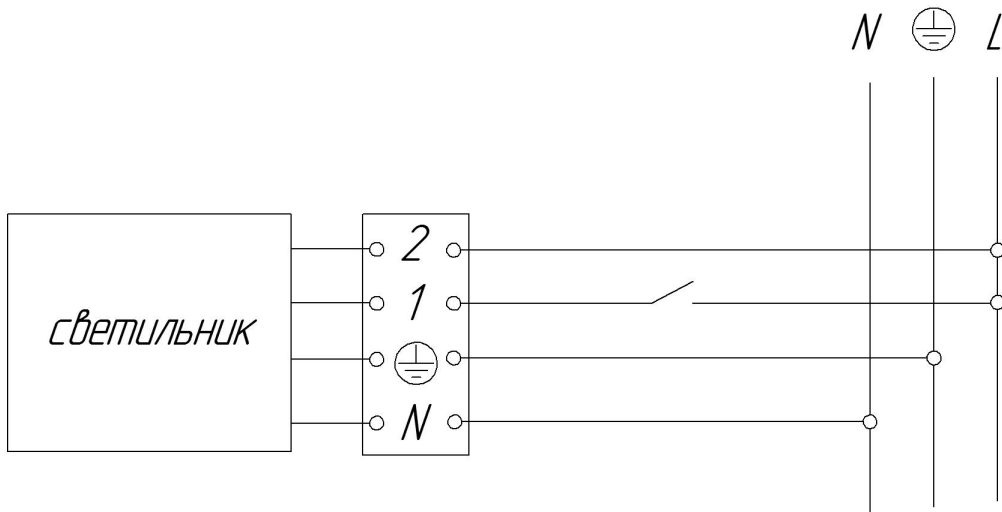

Рисунок 3 - Схема подключения светильника к сети
5.7 Подключение светильника с блоком аварийного питания производить согласно схеме (см. рисунок 3). Проверьте надежность заземления.